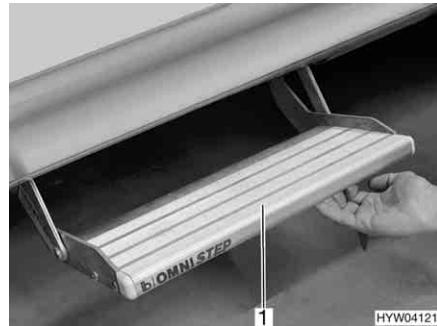

Fig. 16 Scalino di ingresso (integrato)
- Afferrare dal basso lo scalino di ingresso (Fig. 16,1) ed estrarlo finché non si innesta.
- Afferrare dal basso lo scalino di ingresso (Fig. 16,1) e sollevarlo leggermente.